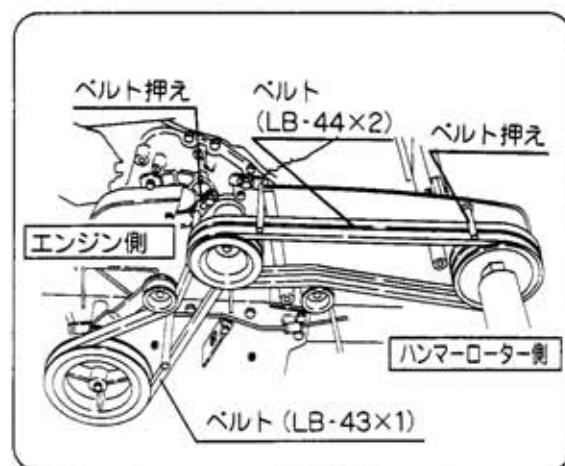

図59
- ⑤ エンジン側ベルト押さえ、ハンマーローター側ベルト押さえをゆるめます。(図59)